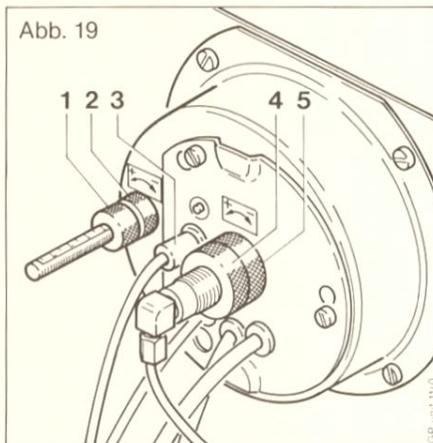

Abb. 19
- Die Einregulierung der Abgaswerte wird vorgenommen an den Einstellschrauben 1, 2 und 4, 5. Abb. 19. (Kesseltemperatur mind. 60°C).
- a) Lösen der Konterändelmutter (2) und drehen an der Einstellrändelmutter (1) nach rechts ergibt weniger Luftdurchsatz (mehr CO2), nach links ergibt mehr Luftdurchsatz (weniger CO2).